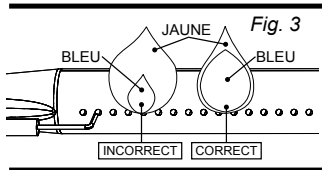
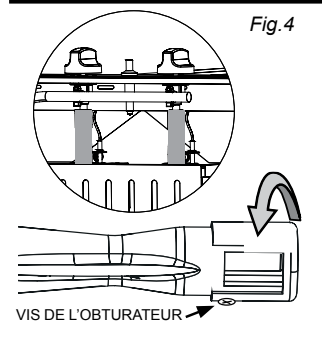

Fig. 3
Fig. 4
- Vérifiez visuellement la flamme du brûleur (Fig. 3). Une **BONNE FLAMME** devrait être bleue avec un peu de jaune à la pointe. Une **MAUVAISE FLAMME** est trop jaune et irrégulière. Si vous n'obtenez pas une bonne flamme tournez le bouton de contrôle du brûleur en position OFF et fermez le robinet de la bonbonne de gaz. Laissez l'appareil refroidir, puis desserrez la vis et ajustez l'obturbateur d'air (Fig. 4). Si vous obtenez encore une mauvaise flamme, laissez l'appareil refroidir puis nettoyez le brûleur. Laissez le brûleur s'assécher au complet avant de le rallumer.